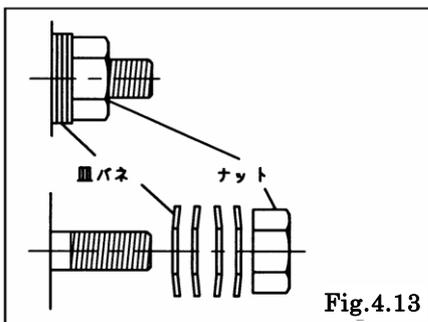

Fig. 4.13
- ・皿バネの取り付け方向に注意すること。[Fig.4.13]